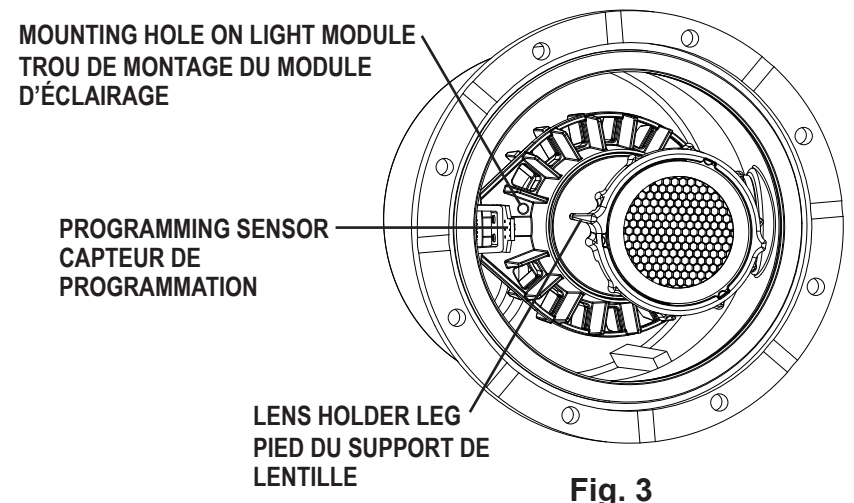
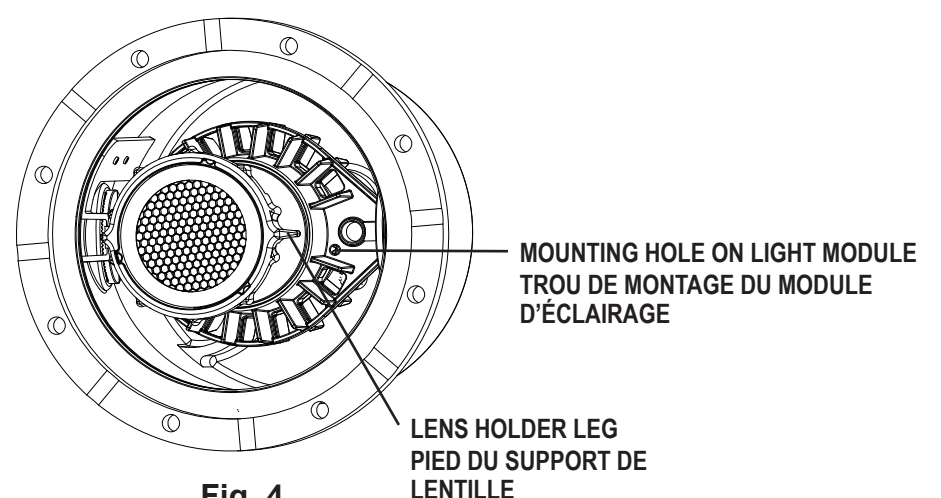

Fig. 3
Fig. 4
- 3) Commencez d'abord par insérer le pied du support de lentille dans le trou de montage du module d'éclairage le plus proche du capteur de programmation, et appuyez ensuite jusqu'à ce que le pied se verrouille en place (voir Fig. 3). Faites maintenant pivoter le support de lentille de sorte que l'autre pied soit aligné avec l'autre trou de montage. Insérez l'autre pied dans le trou et appuyez jusqu'à ce que le pied soit bien en place (voir Fig. 4).
- 3) First, insert leg of lens holder in mounting hole on light module closest to programming sensor, press down until leg locks in place (see Fig. 3). Secondly, pivot lens holder so that the other leg lines up with the other mounting hole. Flex other leg into hole and press down until leg locks in place (see Fig. 4).